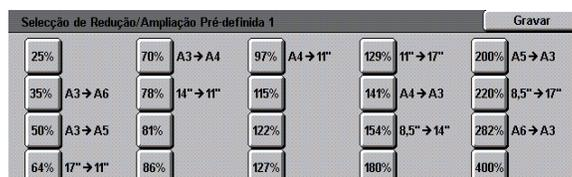

Figura 45: Ecrã Selecção de Redução/Ampliação Pré-definida
- Se tiver seleccionado uma opção de Pré-definições de Redução/Ampliação, prima a tecla da percentagem de redução/ampliação pretendida no ecrã Selecção de Redução/Ampliação Pré-definida (Figura 45).